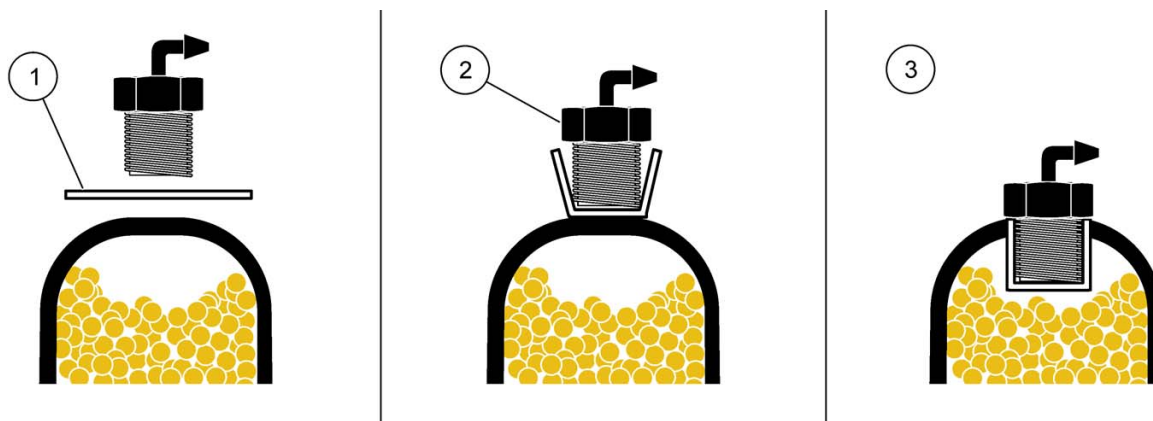

Abbildung 19 Austausch des hydrophoben Filters
- 4.3 Platzieren Sie einen neuen Filter über der Öffnung. Vergewissern Sie sich, dass die glatte Seite des Filters zur Innenseite des Behälters weist. Abbildung 19